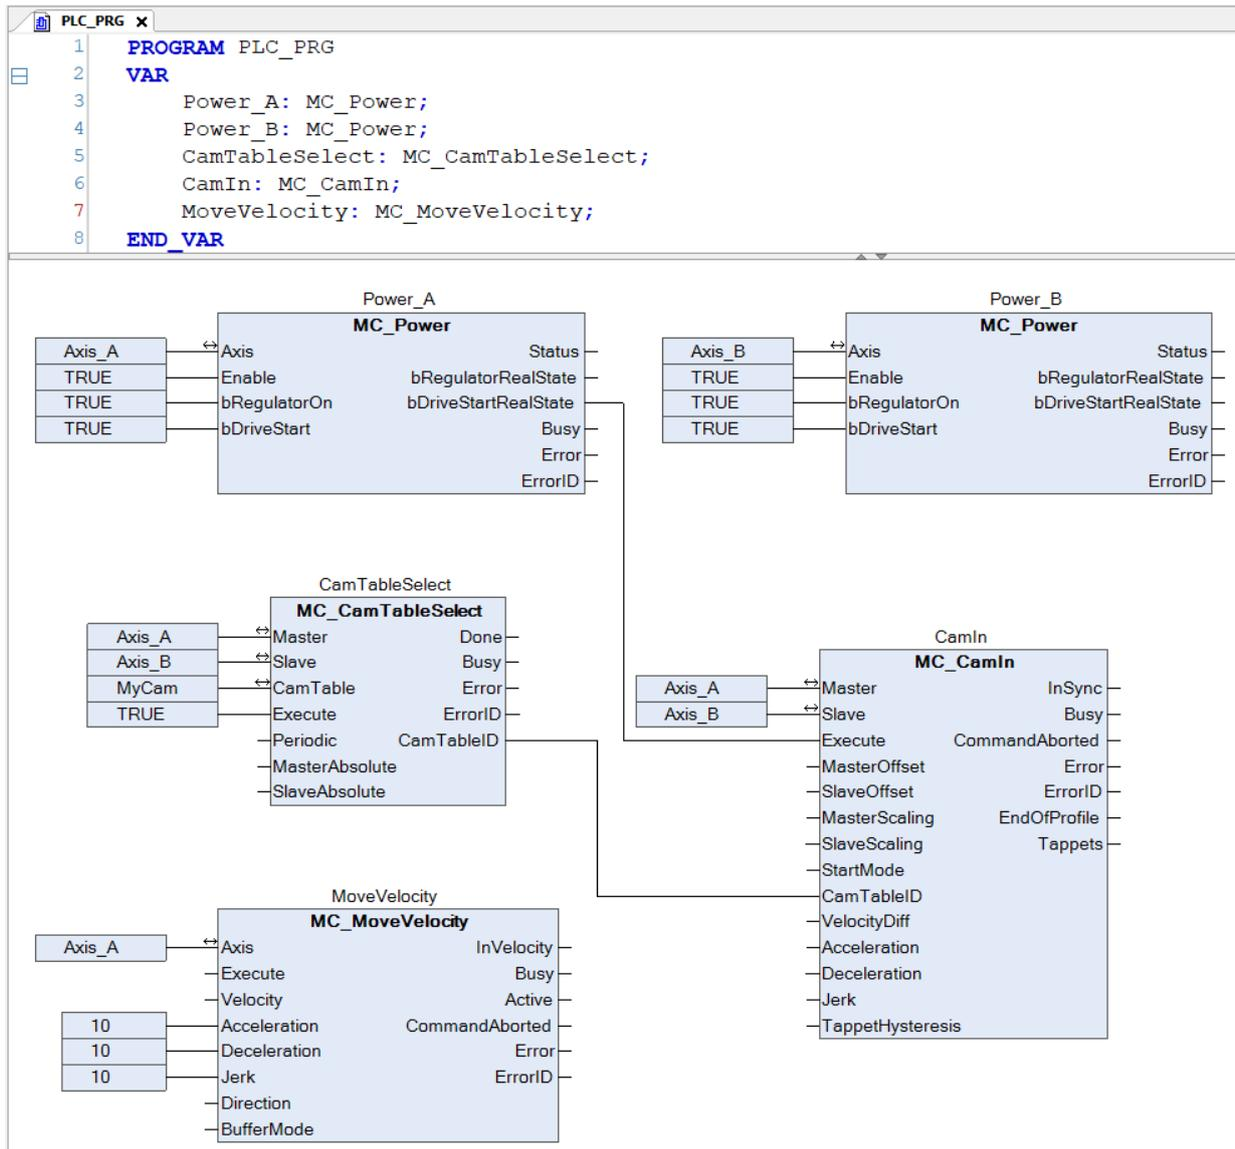

Figura 5.18: Programa para ejecutar tablas leva CAM.
El programa estándar para ejecutar una tabla leva CAM es presentado en la Figura 5.18.
- Declare las instancias de los bloques de función y haga las conexiones de los bloques como es presentado en la Figura 5.18